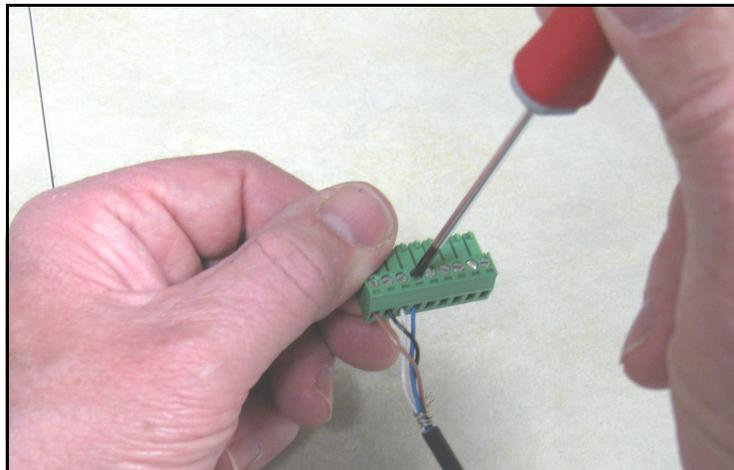
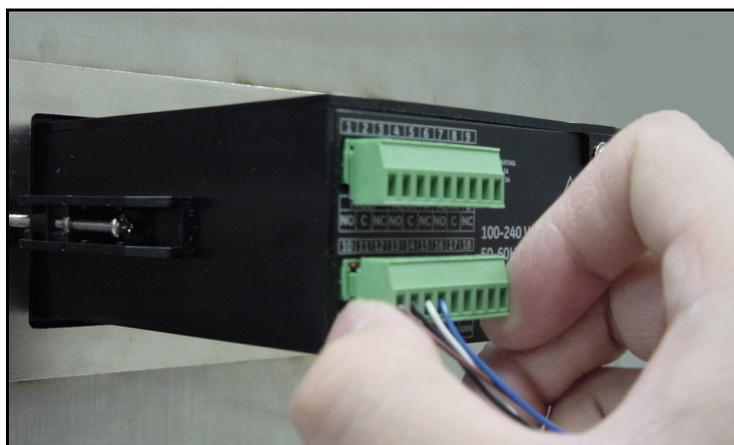

Figura 35: Cablaggio del cavo al connettore
Figura 36: Re-inserimento del connettore nella morsettiera
2. Usando i conduttori liberi posti all'estremità del cavo della sonda speciale, collegare la sonda alla morsettiera inferiore (piedini 10, 11, 12 e 13) sul retro dell'igrometro (vedere Tabella 1, Figura 35 e Figura 36 a pagina 20).